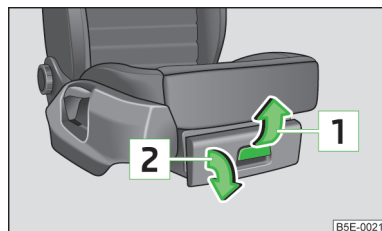

Fig. 73
- Trageți mânerul în sensul săgeții 1 » fig. 73.
- Apucați mânerul și închideți compartimentul trăgând în sens contrar săgeții [2] » fig. 73.